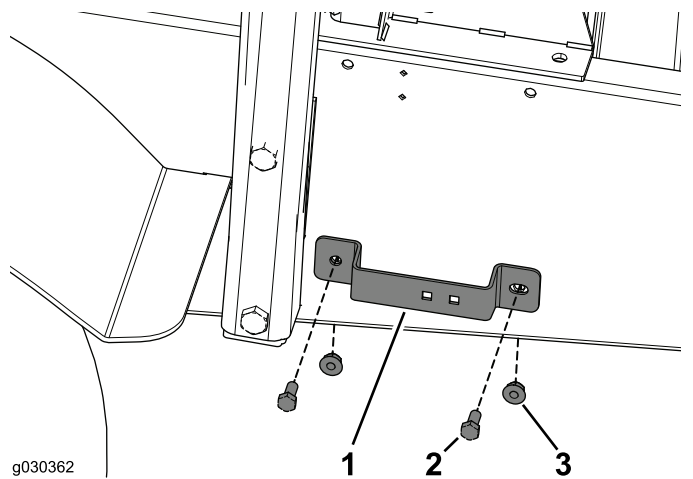

Figura 39
1. Fixe o suporte do tubo à estrutura da máquina utilizando os 2 parafusos de carroçaria (5/16 pol. x 3/4 pol.) e 2 porcas flangeadas (Figura 39).